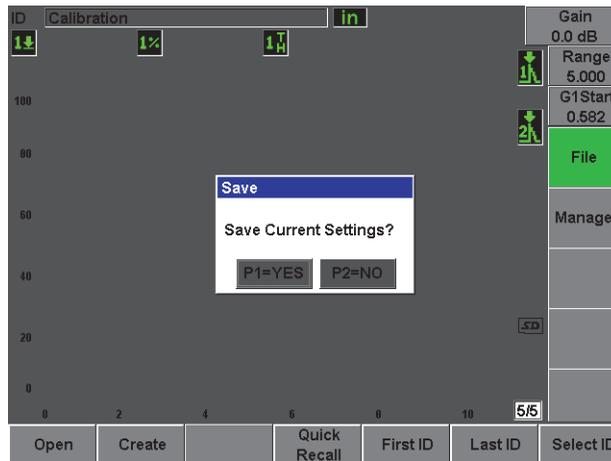

Abbildung 2-21 Dialogfeld Speichern
- Die Taste **Save** (Speichertaste) drücken (siehe Abbildung 2-21 auf Seite 57).